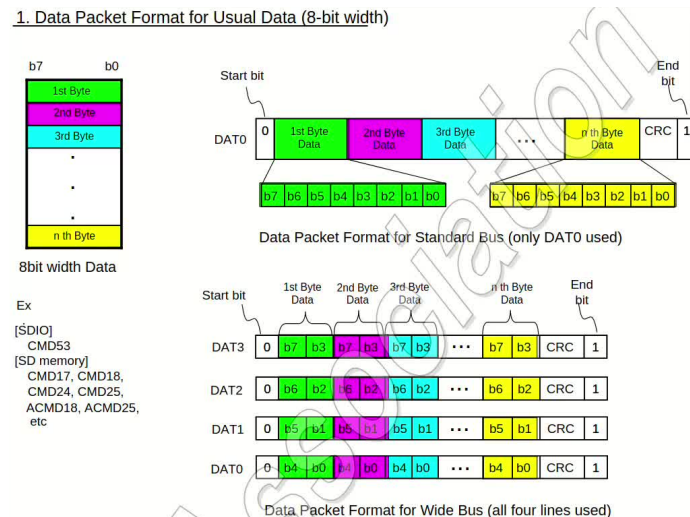

图 7: 常用数据包格式
- 常用数据 (8 位宽): 这类数据先发 LSB, 后发 MSB, 但对于单字节, MSB 先发, LSB 后发, 如图 7 所示.